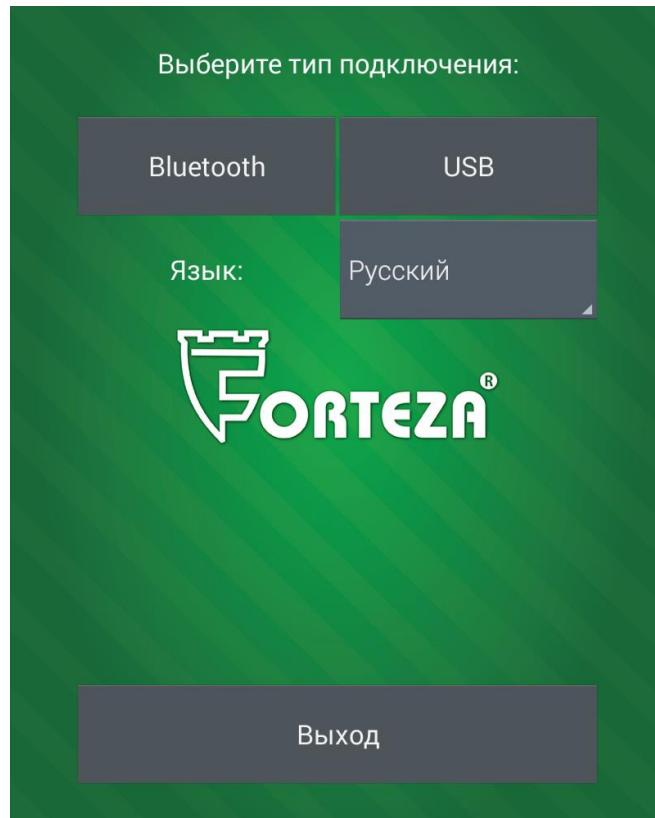
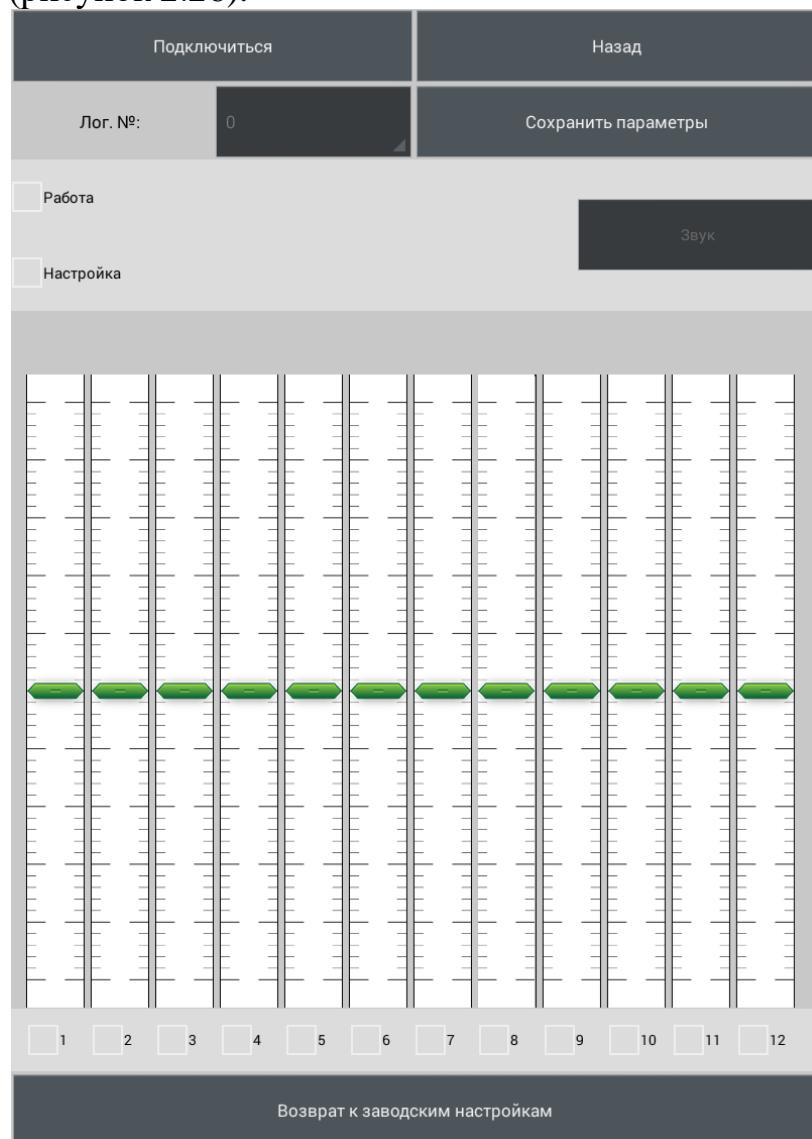
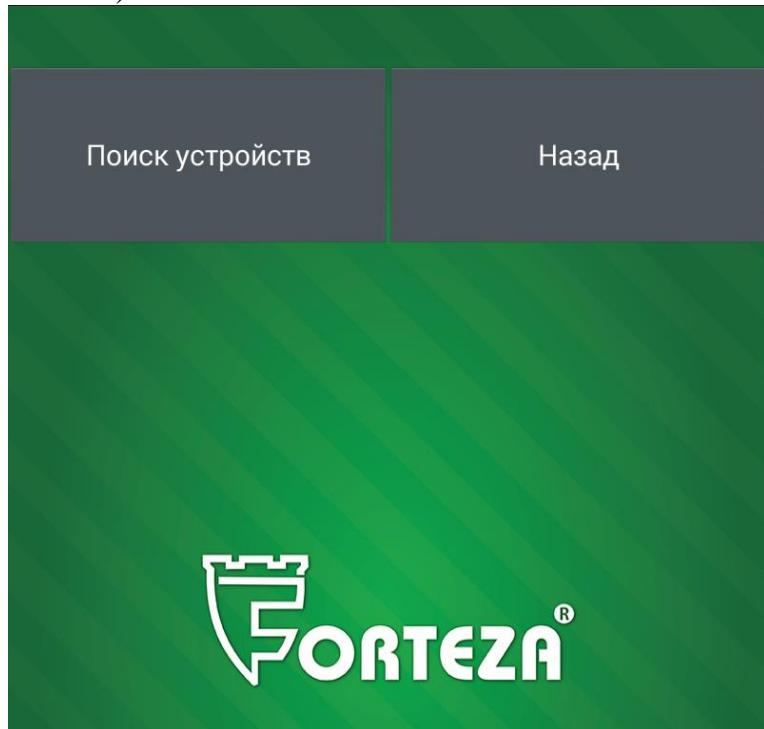

Рисунок 2.24
Рисунок 2.26
Рисунок 2.32
2.3.7.4.1.2 Запустить на Android устройстве программу «**FM UNI**» (рисунок 2.24).
2.3.7.4.5 Выбрать тип подключения «USB» (рисунок 2.24). Откроется окно программы (рисунок 2.26).
2.3.7.5.3 Выбрать тип подключения «Bluetooth» (рисунок 2.24). Bluetooth на Android устройстве автоматически включится и откроется окно программы (рисунок 2.32).